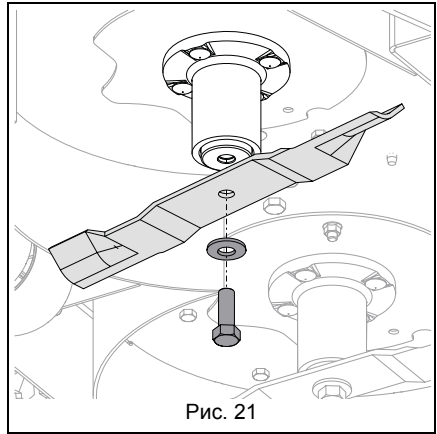

Рис. 21
3. Удалите крепежные элементы, закрепляющие ножи на шпинделях и снимите ножи. Сохраните все крепежные элементы для обратной установки. См. Рис. 21.
См. Рис. 21.